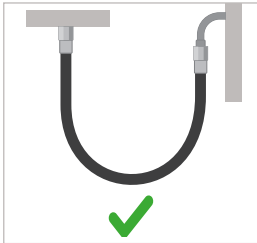
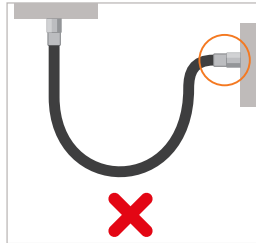

Abbildung 3
Abbildung 4
- ▶ Winkeln oder knicken Sie den Schlauch nicht über den zulässigen Biegeradius (siehe Kapitel 4. Technische Daten auf Seite 32) hinaus ab (Abbildung 3 und Abbildung 4).